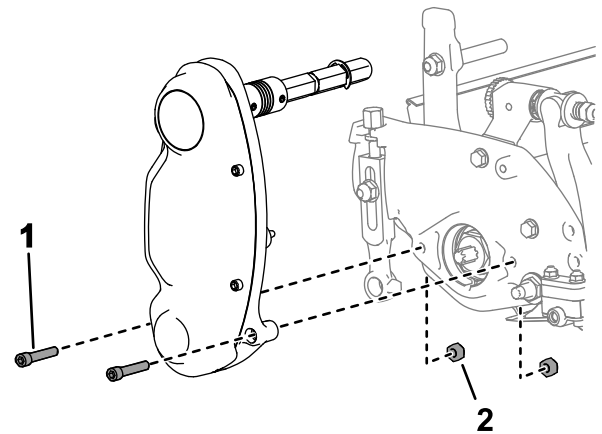

Figure 6
2. Retirez les écrous à l'intérieur de la plaque latérale (**Figure 6**).
1. Déposez les fixations qui maintiennent l'entraînement de cylindre sur la plaque latérale (**Figure 6**).